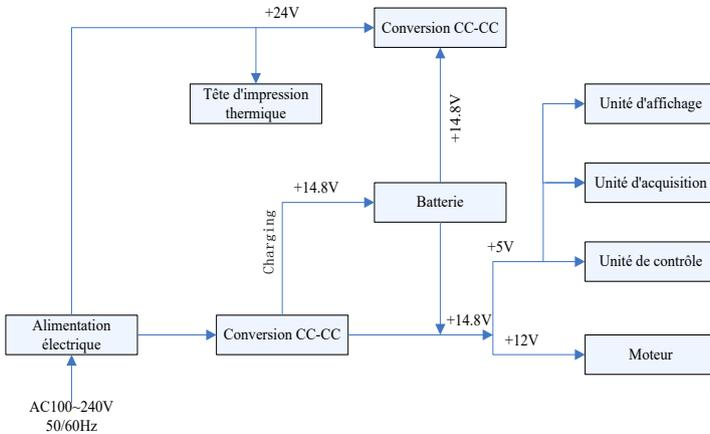

Figure4-1 Schéma du principe de puissance
(2) Le schéma de principe est présenté à la figure 4-1.